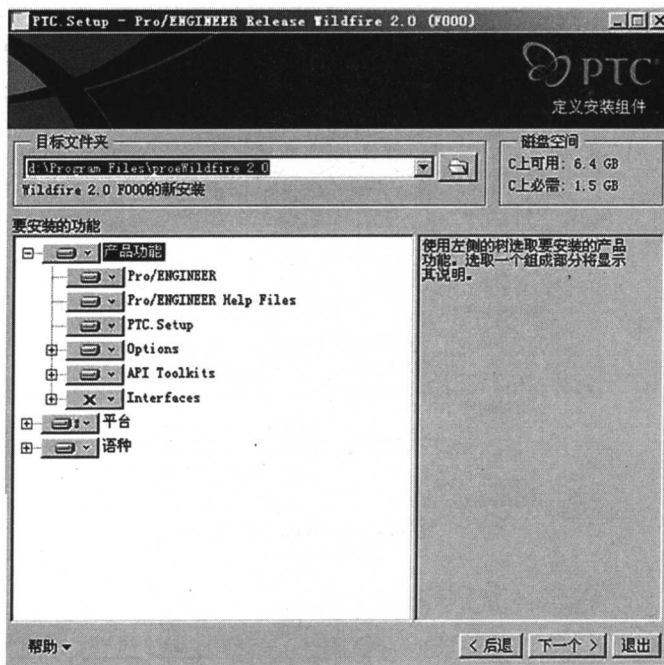
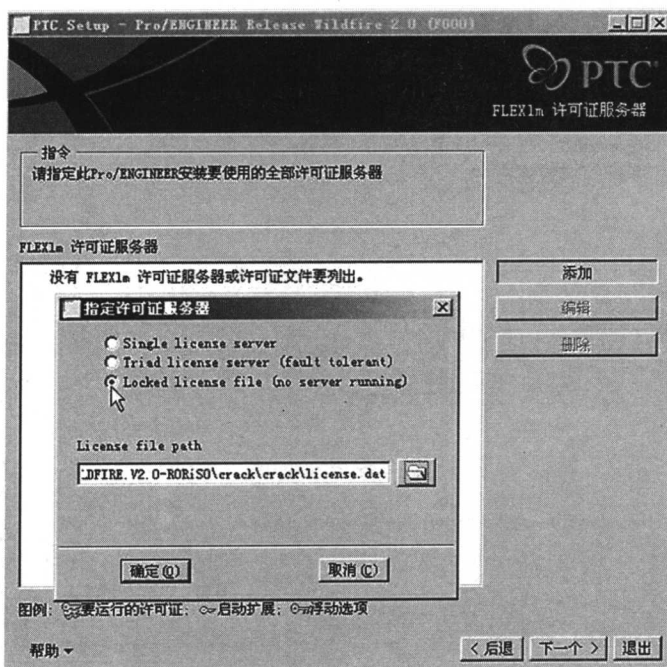
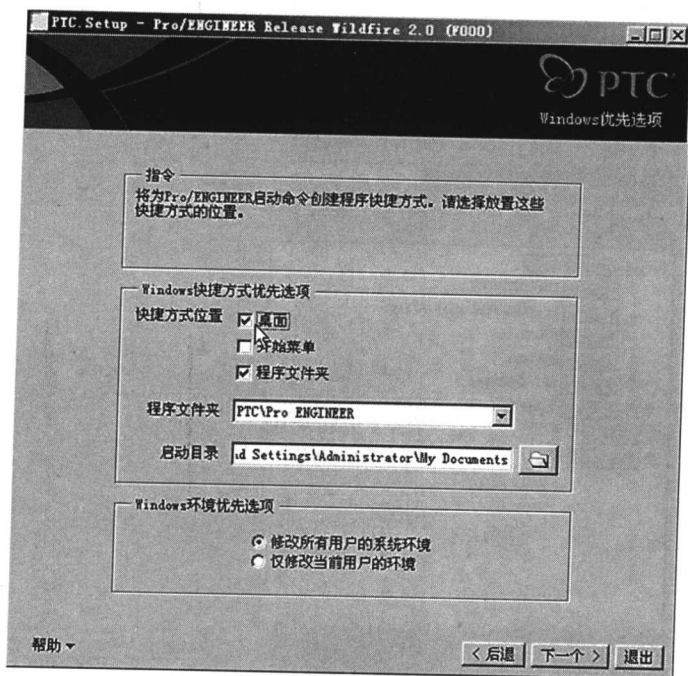

图 1-9 安装程序路径
图 1-10 安装 license.dat 文件
图 1-11 安装程序界面
② 单击 Pro/ENGINEER 选项,进入如图 1-9 所示的界面,选择程序安装的路径,可使用默认路径,也可更改安装的路径,如选择 D:\Program Files\ProeWildfire 2.0,如果 D 盘下没有该文件夹,计算机将自动创建一个文件夹。单击“下一个”按钮,打开“FLEXlm 许可证服务器”对话框,如图 1-10 所示。
③ 如图 1-10 所示,安装 license.dat 文件。单击“添加”按钮,在弹出的“指定许可服务器”对话框中,选择“Locked license file(no server running)”,即没有服务器运行的单机版,然后浏览找到生成的 license.dat 文件,单击“确定”按钮后单击“下一个”按钮,进入如图 1-11 所示安装界面。